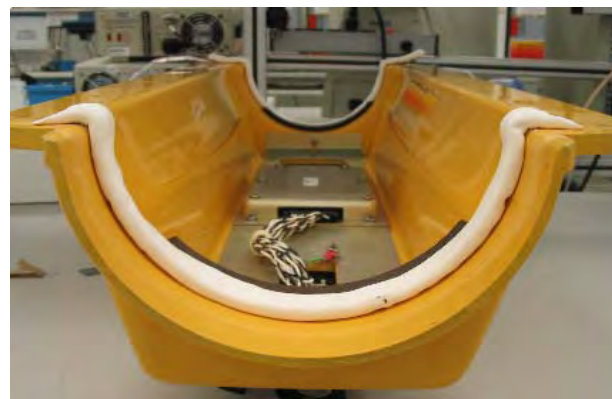

Figura 8
- d. Repita el mismo procedimiento en los otros extremos del sello. En la Figura 8 se muestran los cortes resultantes en los extremos del sello.